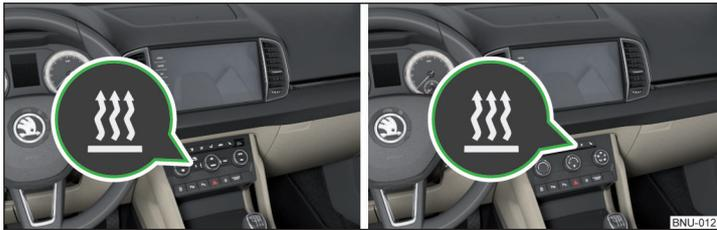

Abb. 163 Taste für das Ein-/Ausschalten (Climatronic / manuelle Klimaanlage)
- ▶ Mit der Taste  auf dem Bedienteil der Klimaanlage » Abb. 163.
Bei aktiviertem automatischem Einschalten leuchtet nach dem Ausschalten der Zündung für 10 Sekunden die Kontrollleuchte in der Taste  auf » Abb. 163.